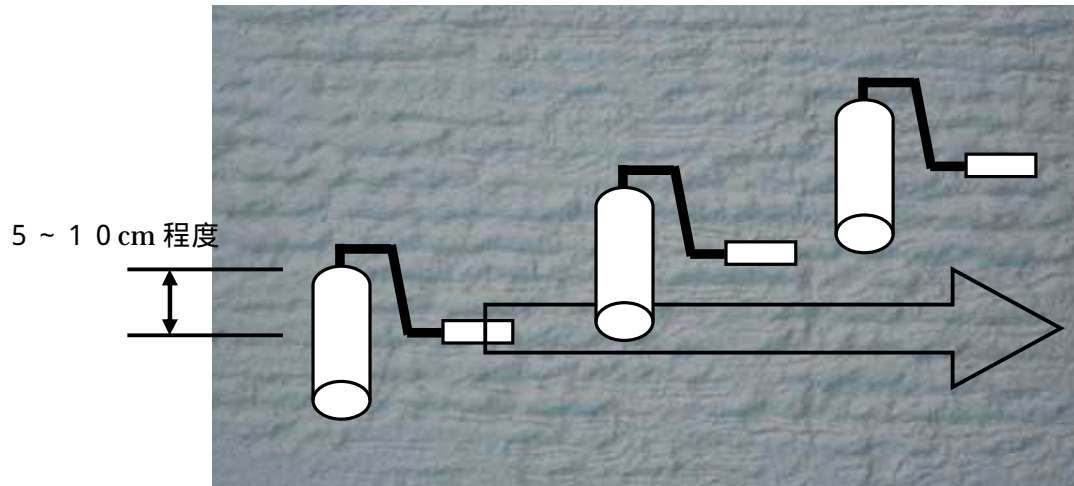

図3
- ・配り塗りしたJP(W) 100が乾燥しないうちに、JR-188を横方向に転がしパターン付けを行ってください(図3)。
隣のパターンと5～10cm程度、交差するようにローラーを転がしてください。(図3)